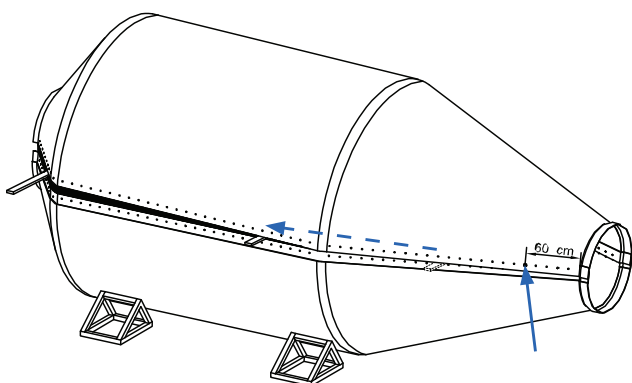

FIG. 04
4. Deslice la barra colocada en la parte cónica del cuerpo y preste atención a que la masilla se encuentra siempre entre los bordes de las mitades del armazón. Ponga tornillos en el punto medio y aproximadamente a 60 cm de la boca de descarga (Fig. 04), uno en cada lado. Apriete las tuercas sin llegar a ejercer fuerza contra la chapa.